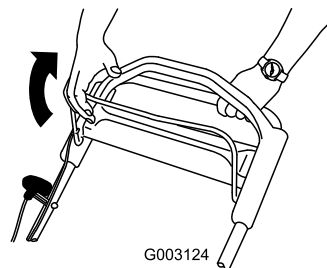

Bild 18
2. Ziehen Sie den Schaltbügel gegen den Bügel (Bild 18).